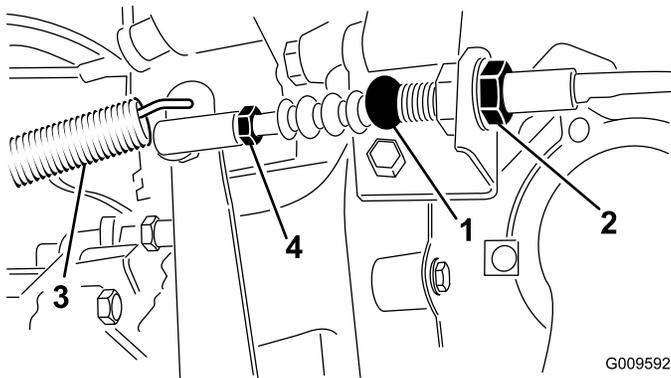

図 69
1. クラッチケーブルをベルハウジング上のブラケットに固定しているジャムナットをゆるめる（図 69）。